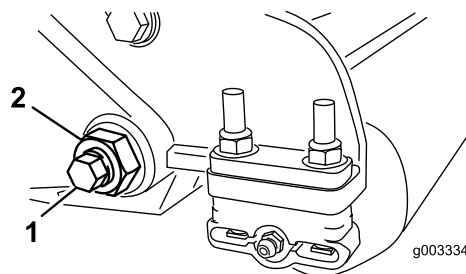

Bild 25
3. Lösen Sie an jeder Seite der Maschine die Klemmmutter, mit der die Schraube des Untermesserträgers befestigt ist (Bild 25).